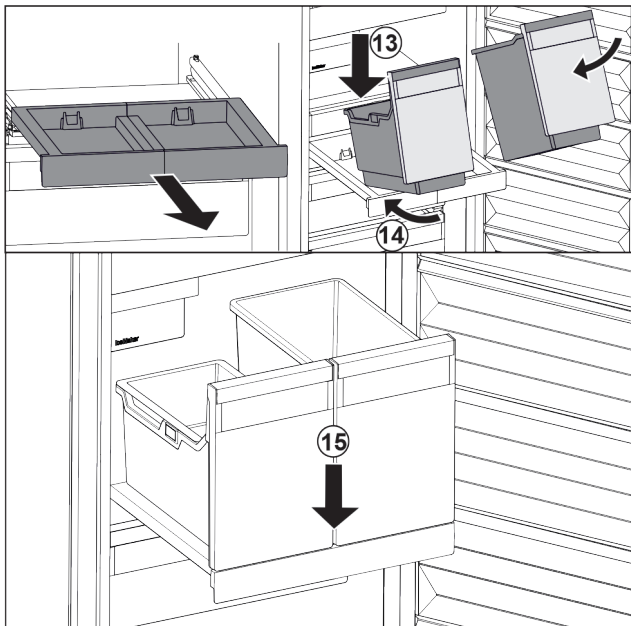

Fig. 106
- ▶ Behälter schräg auf das Auszugsbord aufsetzen. Fig. 106 (13)
- ▶ Behälter schräg nach hinten schieben. Fig. 106 (14)
- ▶ Behälter vorne absetzen. Fig. 106 (15)